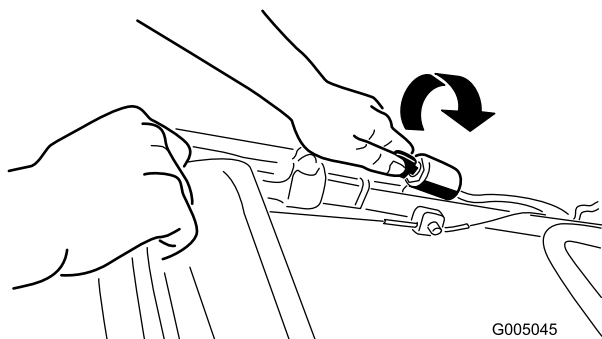
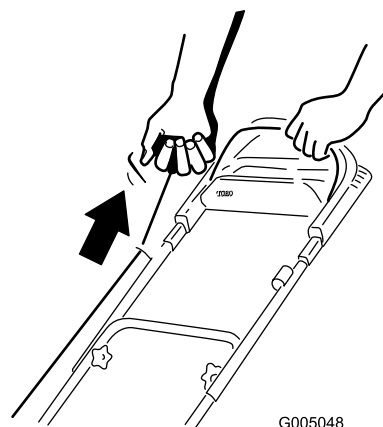

Figura 15
Figura 16
2. Ruotate la chiave di accensione (Figura 15) (solo modello 20656) o tirate l'avviatore autoavvolgente (Figura 16).